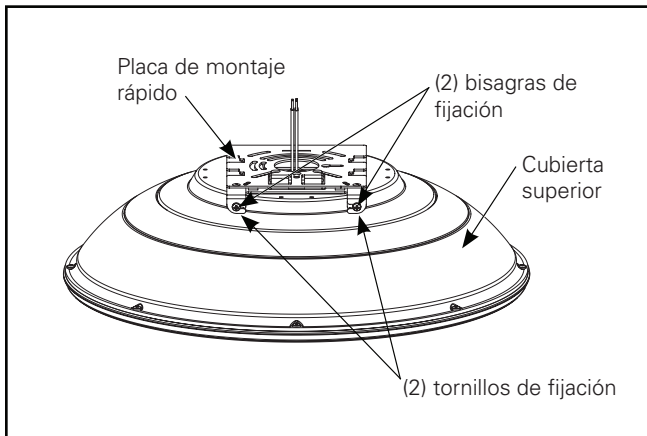

Figura 1.
1. Afloje (no extraiga) los dos tornillos de fijación (Figura 1). Balancee ambas bisagras de fijación hacia afuera, a los lados derecho e izquierdo hasta que lleguen a su tope.